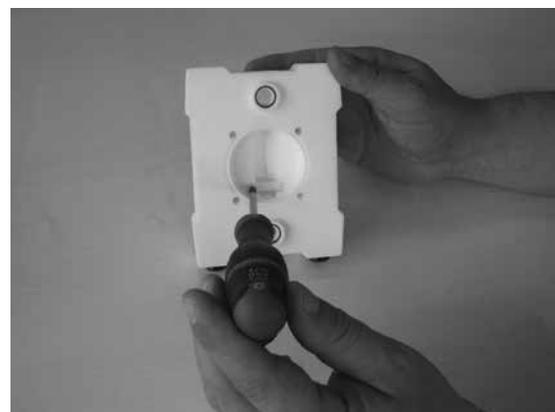

Abbildung 7
Lösen Sie die Schrauben an den Montagestiften (23) einseitig mithilfe eines Steckschlüssels. Entfernen Sie die Scheiben und Federscheiben und dann die Seitenabdeckung (02-03). Achten Sie darauf, die Dichtungsflächen, die mit der Membran in Kontakt kommen, nicht zu beschädigen. Entfernen Sie die Montagestifte von der anderen Seite und entfernen Sie dann die zweite Seitenabdeckung. Lösen Sie die Ventilanschlagschrauben und entfernen Sie den Ventilanschlag (15) (siehe Abbildung 7). Entfernen Sie die Gehäusedichtungen (22)
Schieben Sie die Ventilanschlüsse (15) in die Sitze und fixieren Sie sie mit den Ventilanschlagschrauben (siehe Abb. 7). Schieben Sie die Montageschrauben (23) durch eine der Seitenabdeckungen.